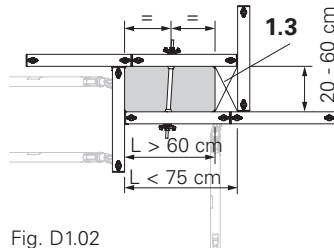

Fig. D1.02
- Le sezioni rappresentate sono esempi. (Fig. D1.02 – D1.06b)
- (Fig. D1.02 + D1.03)